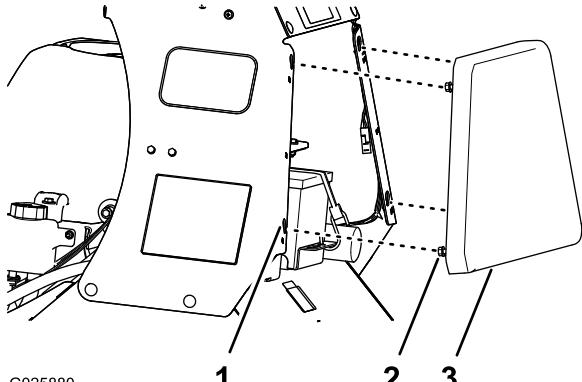

Figura 25
- Afloje los 4 pernos con arandela prensada que sujetan el teclado en los paneles derecho e izquierdo de la consola (Figura 25).
- Levante el teclado de la consola (Figura 25) unos 13 mm (1/2 pulgada).
- Tire del teclado de la consola hacia atrás en línea recta y retire el teclado de la máquina (Figura 25).
- Alinee los 4 pernos con arandela prensada en la cara hacia adelante del teclado de la consola con las 4 ranuras en forma de bocallave del bastidor de la consola (Figura 25).
- Mueva el teclado hacia adelante hasta que el teclado quede a nivel con el bastidor de la consola (Figura 25).
- Mueva el teclado hacia abajo hasta que los pernos con arandela prensada queden asentados en las ranuras en forma de bocallave (Figura 25).